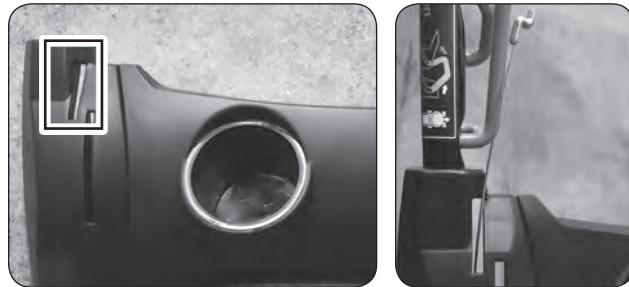

Рис. 12
- Проденьте свободный конец тросика в отверстие на панели – подстаканника (Рис.12).